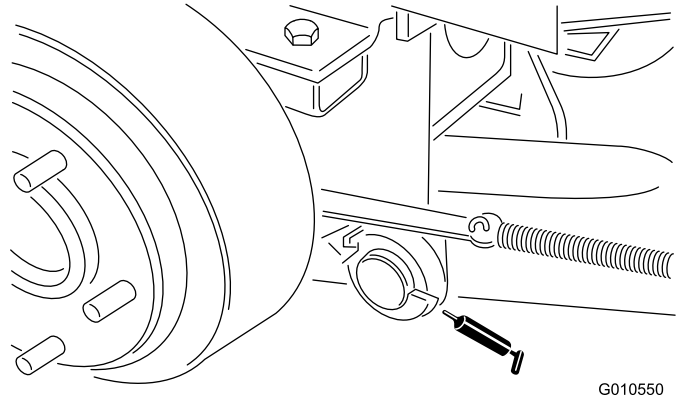

Figura 21
- Pivotes de los brazos de elevación traseros (2) (Figura 21)